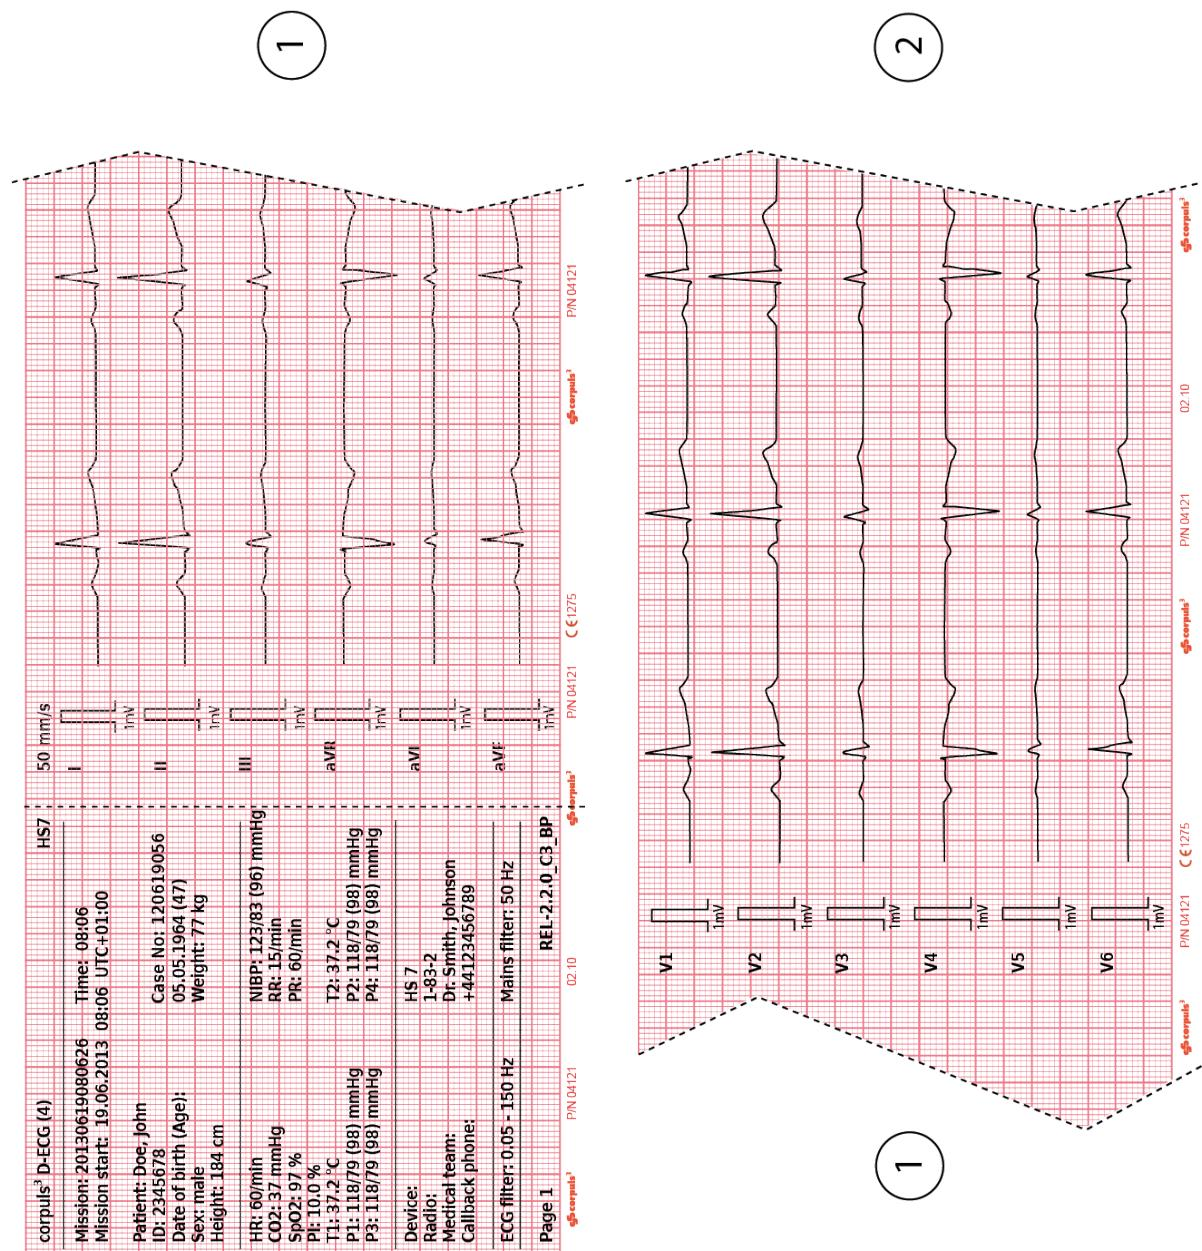

Bild 6-12 Ruhe-EKG-Ausdruck mit 12-Kanal-Ableitung (Abbildung kann abweichen)
9. Mit dem Softkey [Drucken] wird das Ruhe-EKG zur Diagnosestellung ausgedruckt (siehe Bild 6-12, Seite 118) und mit dem Softkey [Senden] versendet.